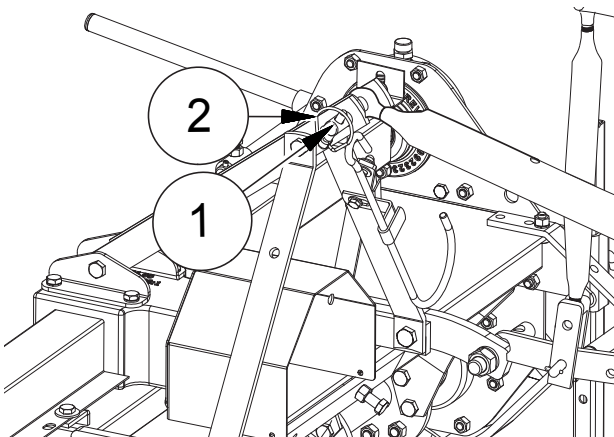

FIG. 14
- Dirigir el tirante del elevador hacia el enganche tripuntal ("Fig. 14"). Regular el tirante de modo que la máquina quede ubicada en el terreno. Insertar el perno de enganche (1). Fijar el perno con el pasador a broche (2) en dotación.